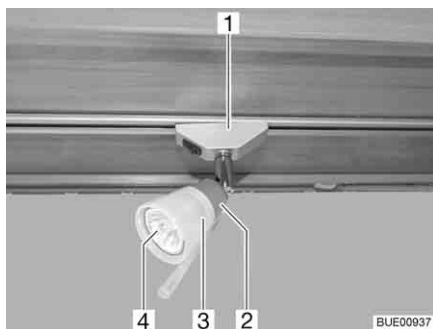

Fig. 222 Faretto alogeno (mobile)
- Ruotare il faretto alogeno (Fig. 222,1) di 90° e toglierlo dalla rotaia.
- Svitare il paralume (Fig. 222,3) in senso antiorario.
- Sfilare con attenzione il paralume con lampada alogena a incandescenza (Fig. 222,4) dal supporto (Fig. 222,2).